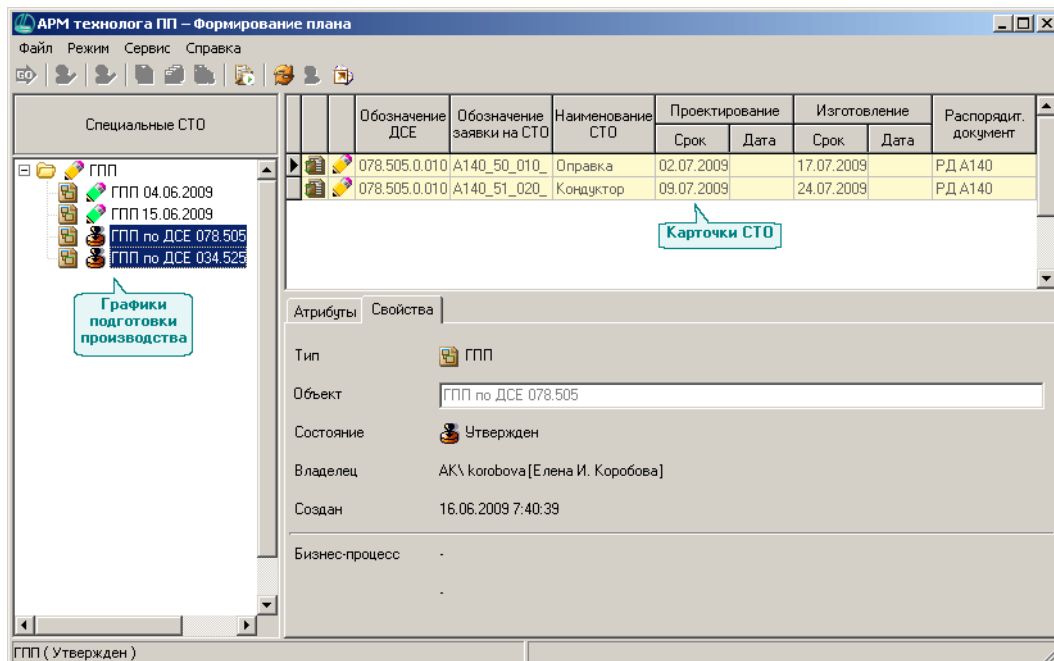

Рис. 1.16.
1. Запустите *АРМ технолога ПП* и вызовите со страницы главного меню **Режим** команду **Технолог – Формирование плана**. В окне программы (рис. 1.16) вы увидите: